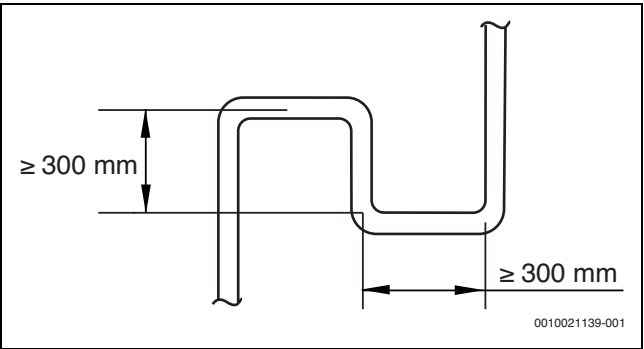

Bild 6
- ▶ Wenn der Aufstellort der Außeneinheit höher liegt als der der Inneneinheit und der Höhenunterschied mehr als 20 m beträgt, im Gasrohr der Hauptleitung möglichst alle 10 m einen Ölrücklaufbogen montieren. Die empfohlenen Daten für Ölrücklaufbögen sind in Abbildung 6 dargestellt.